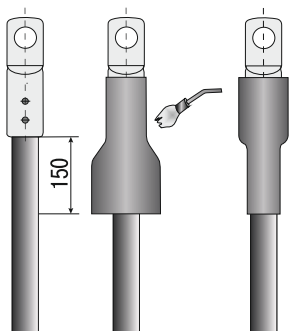

Рисунок 7
4.14 Надеть на оконцованные жилы трубки изоляции наконечников и усадить их (рисунок 7).